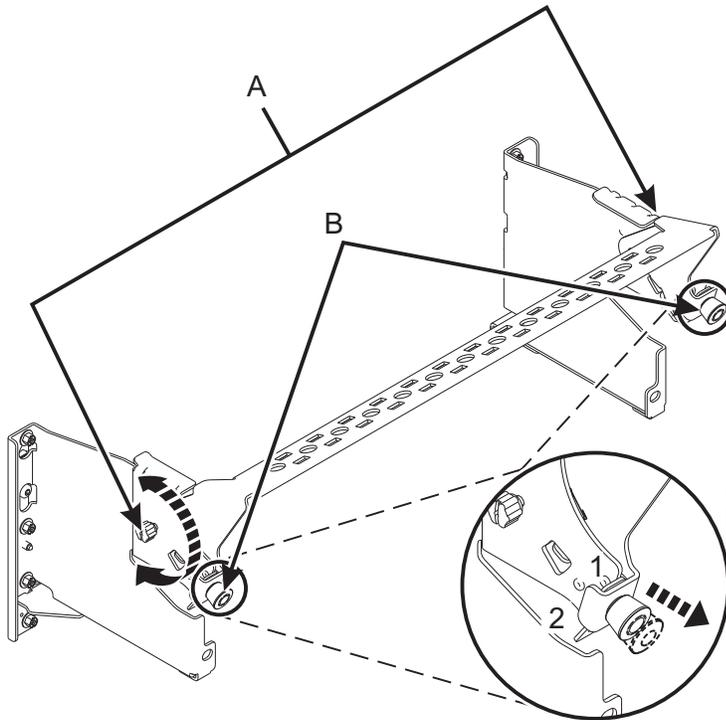

Abbildung 22. Kabelführungshalterung in die Serviceposition bringen
4. Bringen Sie die Kabelführungshalterung in die Serviceposition. Siehe Abb. 22 auf Seite 23.